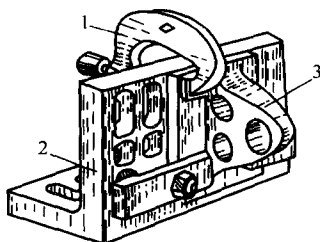

图 2-18 角铁
(3) 角铁 角铁(图 2-18)常与夹头、压板配合使用,以夹持工件进行划线。角铁一般用铸铁制成,它有两个相互垂直的工作平面,其上加工有若干搭压板时穿螺栓用的孔和槽。